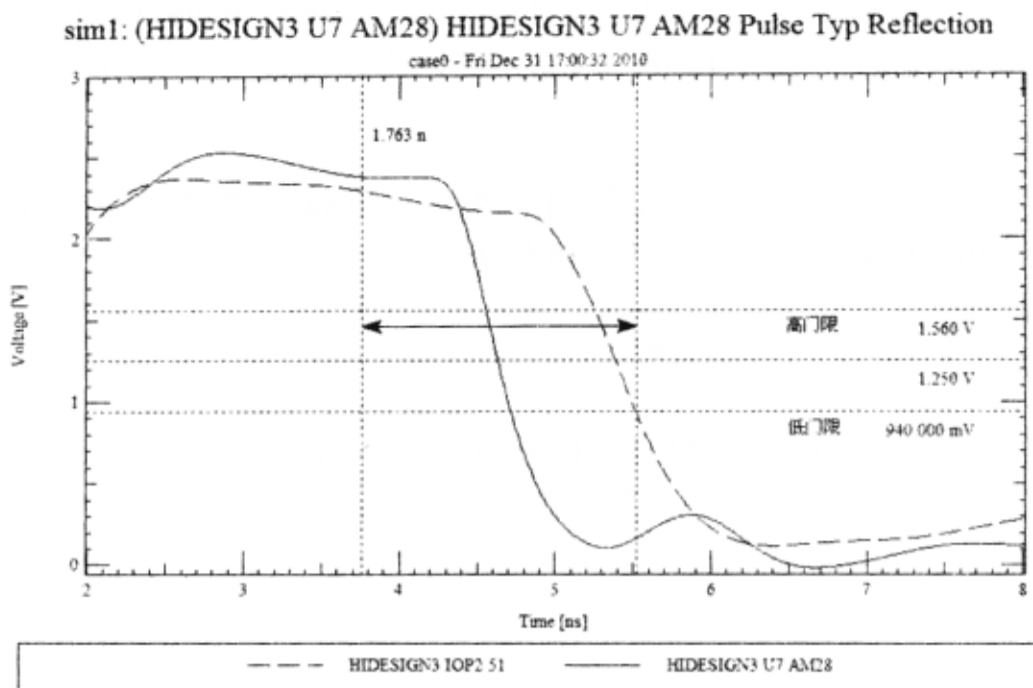

图 3-8-68 测量 SettleDelayFall
(2) 测量 Falling Settle Delay: 下降沿的 Settle delay 是指接收器的信号达到它的逻辑输入的低门限电压  $U_{IL}$ , 下降输入波形参考驱动器波形周期的 1/2。逻辑输入低门限电压信息包含在接收器 U1 的信号模型中。
① 单击波形的任意地方→从“SigWave”菜单中执行菜单命令“Zoom”→“Fit”, 选择“SigWave”窗口的“differential vertical marker”线之一→单击鼠标右键→从弹出菜单中选择“Location”→弹出“Edit Location”对话框。
② 在“X Secondary”栏中输入“3.76ns”, 在“X Primary”栏中输入“6ns”→单击“OK”按钮, 关闭“Edit Location”对话框。
③ 单击波形的任意地方→从“SigWave”菜单中执行菜单命令“Zoom”→“In Region”, 单击并拖动指针包围第 1 个下降波形和第 2 个上升波形 (这个框将包围 2~8ns 的区域和整个波形)。
④ 单击并按住鼠标左键→将不是 3.76ns 的“differential vertical marker”线移动到左边接收器波形通过 940mV ( $U_{IL}$ ) 的地方, 如图 3-8-68 所示。